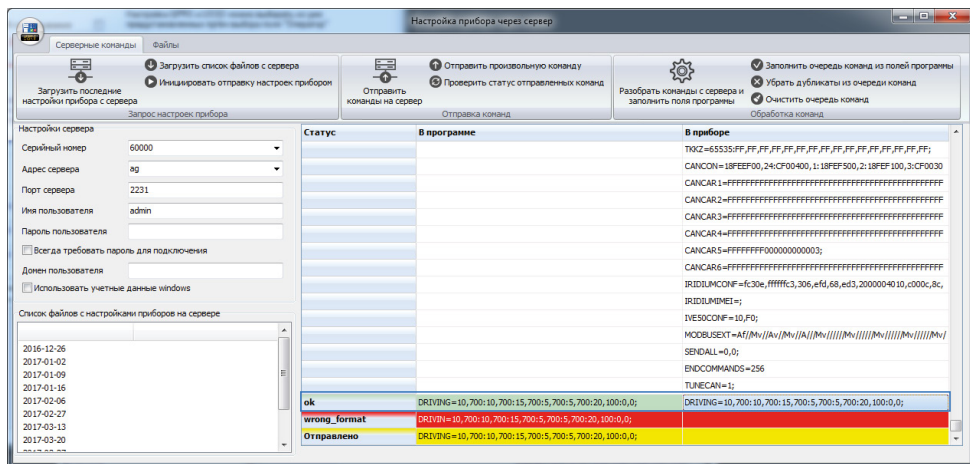

Рис.4. Статус команды.
- в появившемся меню вставьте ранее скопированную команду и нажмите кнопку «Отправить команду». Статус обработки команды появится внизу таблицы (Рис.4). Цвет выделения строки меняется в зависимости от состояния обработки команды. Желтый цвет означает ожидание ответа от прибора на отправленную команду. Зеленый цвет – корректную обработку